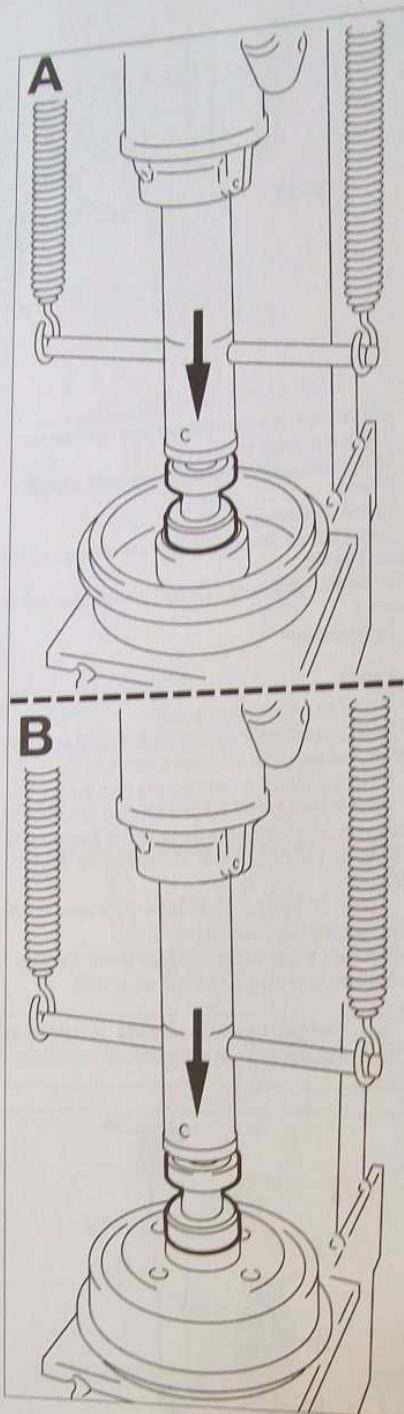

FIG. 15
- À la presse et à l'aide d'un mandrin approprié, extraire le roulement du moyeu depuis l'intérieur du tambour, et en prenant appui sur sa bague extérieure (A) (Fig.15).
- À la presse et à l'aide d'un mandrin approprié, monter le roulement neuf dans le tambour, depuis l'extérieur de celui-ci et jusqu'en butée (B).